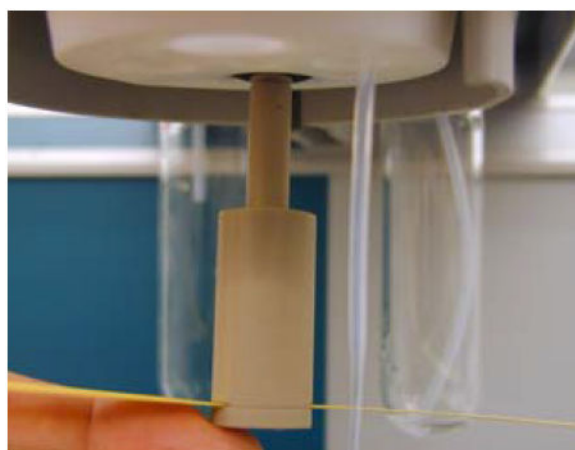

Fig. 2
2. Die Referenzelektrode (RE) und die Hilfelektrode (AE) aus dem voltammetrischen Messstand entfernen.
3. Die Arbeitselektrode (WE) in den Messkopf des voltammetrischen Messstands montieren und die Elektrode bei 2000 U/min rotieren lassen.
5. Der Polierzylinder soll zunächst von unten etwa 5 s lang leicht angepresst werden, ohne dass der Antriebsmotor zum Stillstand kommt (s. Fig. 2). Danach den Polierstreifen leicht an die Elektrode anpressen. Gleichzeitig den Polierstreifen während 5 s durch den Schlitz hin und her bewegen. Es ist wichtig, dass nicht nur Material vom Elektrodenschaft, sondern auch von der Graphitzone abgetragen wird. Dieser Abrieb hinterlässt deutlich dunkle Spuren auf dem Polierstreifen.
8. Die Referenzelektrode (RE) und die Hilfelektrode (AE) wieder in den voltammetrischen Messstand einbauen. Sicherstellen, dass alle Elektroden korrekt an die entsprechenden Elektrodenkabel angeschlossen sind.
2. Remove the reference electrode (RE) and the auxiliary electrode (AE) from your VA stand.
3. Put the working electrode (WE) into the measuring head of you VA stand and let the electrode rotate at 2000 rpm.
5. Press on the Polishing cylinder gently for 5 s, without stopping the driving motor (s. Fig.2). Then, move back and forth the Polishing strap through the slot for 5 s (simultaneously, press the Polishing strap gently on the electrode). It is important, that not only material from the Electrode shaft is ablated, but also from the graphite zone. The rubbed-off parts leave distinct marks on the Polishing strap.
8. Reinstall the reference electrode (RE) and the auxiliary electrode (AE) into the VA stand. Make sure, that all electrodes are connected correctly to the corresponding electrode cable.
2. Enlever l'électrode de référence (RE) et l'électrode auxiliaire (AE) du VA-Stand.
3. Monter l'électrode de travail (WE) dans la tête de mesure du VA-Stand et laisser tourner l'électrode avec 2000 trs/min.
5. D'abord, le cylindre de polissage doit être pressé légèrement depuis le bas contre l'électrode pendant environ 5 s, sans que le moteur soit arrêté (voir Fig.2). Puis, faire mouvoir le chiffon de polissage en le pressant légèrement contre l'électrode, par la fente d'un côté à l'autre pendant 5 s. Il est important que les dépôts soient enlevés du manche de l'électrode ainsi que de la zone de graphite. Cette abrasion est visible en tant que résidu brun sur le chiffon de polissage.
8. Monter de nouveau l'électrode de référence (RE) et l'électrode auxiliaire (AE) au VA-Stand. Assurer que toutes les électrodes sont connectées correctement aux câbles d'électrode.